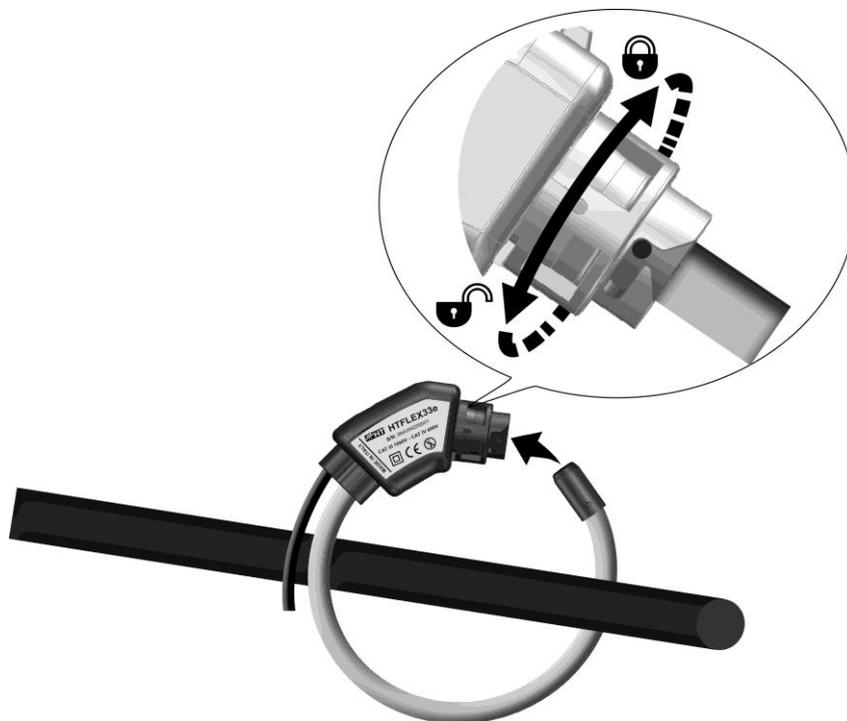

Fig. 3: Collegamento della pinza HTFLEX33e sul conduttore
2. Fissare la chiusura ruotando in senso orario la ghiera come indicato nella Fig. 3